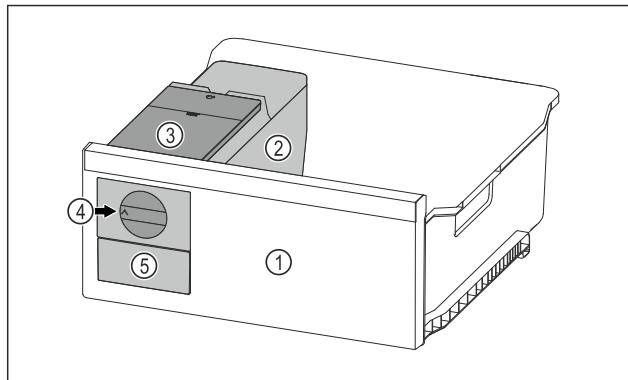

Fig. 99 Primjer izgleda
- Okrenite okretni gumb Fig. 99 (4) u smjeru kazaljki na satu do graničnika.
- ▷ Kockice leda padaju iz posude za kockice leda u ladicu za kockice leda Fig. 99 (5).